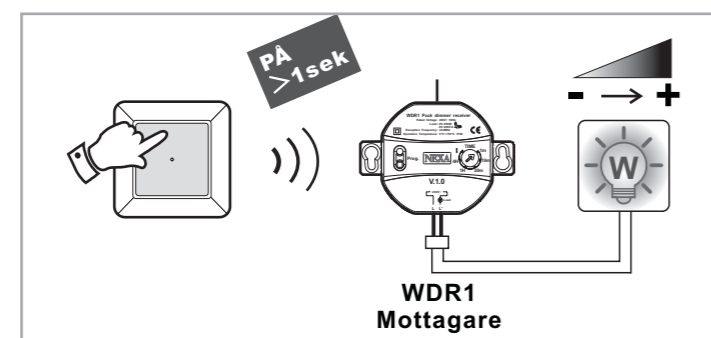

fig.12
- Genom längre tryck på vippans övre del (> 1sek) stegras belysningen mellan 5%-100% (se fig. 12).